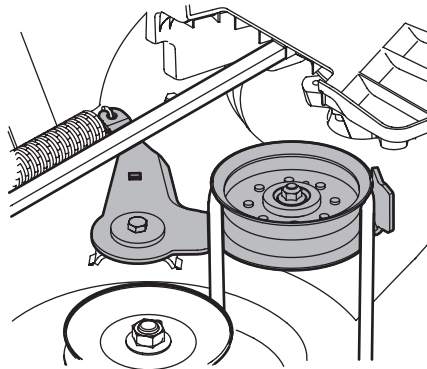

Figura 4-3
8. Desde el lado derecho del tractor, inserte una llave de trinquete de 3/8", regulada para *ajustar*, en el orificio cuadrado del la polea loca. Vea la Figura 4-3.
9. Pivote la llave hacia adelante para mover la polea de transmisión de la plataforma hacia adelante. Vea la Figura 4-3.